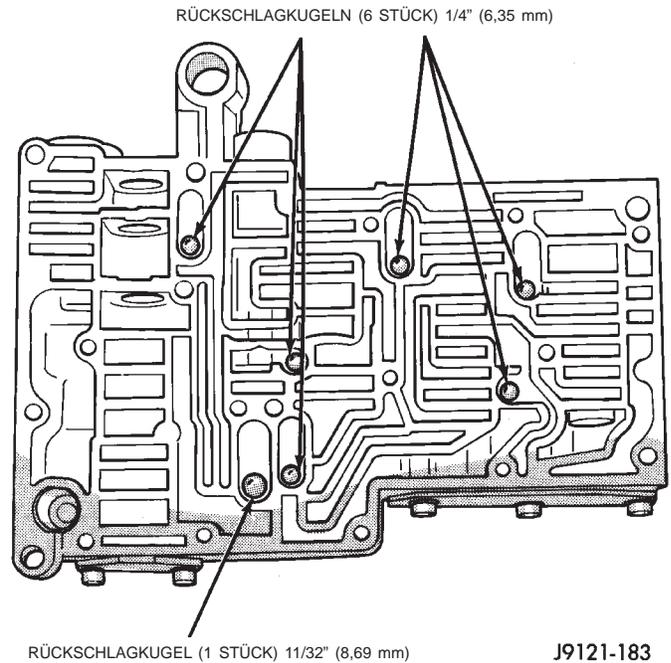

Abb. 58 Richtige Lage der Rückschlagkugeln im Ventilgehäuse
(25) Eine Rückschlagkugel 11/32 Zoll (8,69 mm) und sechs Rückschlagkugeln 1/4 Zoll (6,35 mm) in die richtigen Hohlräume des Ventilgehäuses einsetzen (Abb. 58).